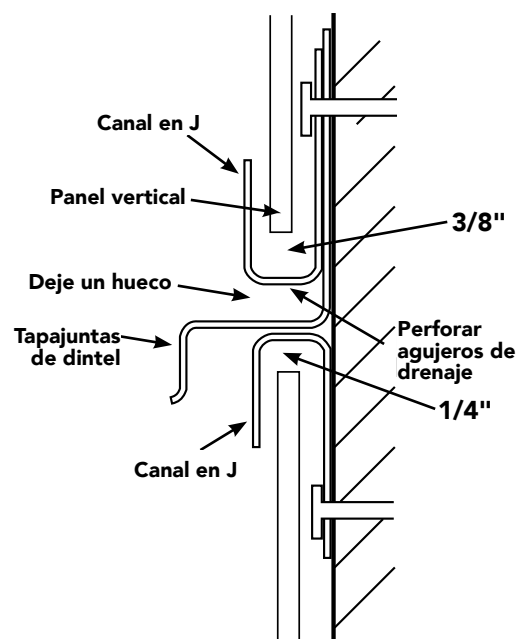
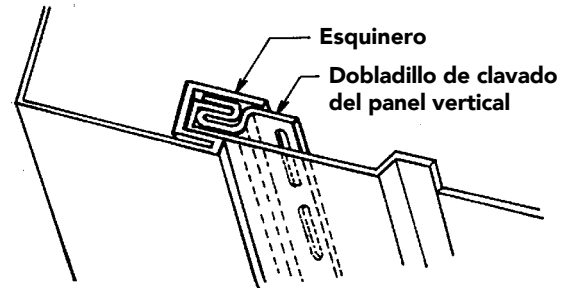

Figura 59
Figura 60
- Si se necesita más de una hilera para abarcar la altura de la casa, termine la primera hilera en un canal en J invertido (Figura 59), dejando 1/4" (6.4 mm) para la expansión. Instale el tapajuntas de dintel en la parte superior del canal en J e instale un segundo canal en J orientado hacia arriba. Comience la segunda hilera dejando un espacio libre de 3/8" (9.5 mm) de la parte inferior del panel al canal en J.
**NOTA:** Es necesario perforar agujeros de drenaje en el canal en J superior con una separación máxima de 24" (610 mm) y tengan un mínimo de 3/16" (4.8 mm) de diámetro (Figura 59).
- Si comienza con un panel de revestimiento vertical entero, puede crear una faja inicial para revestimiento vertical cortando el dobladillo de clavado y la traba superior adyacente de un panel de revestimiento vertical. Sujételo dentro del receptor del canal del esquinero. Otra opción es utilizar una faja inicial estándar. Deje espacio suficiente en el bolsillo del esquinero para poder sujetar el panel de revestimiento (Figura 60).
- Comience fijando el canal en J a lo largo del borde interior del techo. Instale un canal en J orientado hacia arriba como base vertical encima del primer canal en J en la base del hastial, como se muestra en la Figura 59. Como alternativa, instale dos canales en J, espalda a espalda, centrada con respecto al pico del hastial. Instale un corte de dobladillo de clavado como faja inicial utilizando el método descrito anterior (Figura 60).